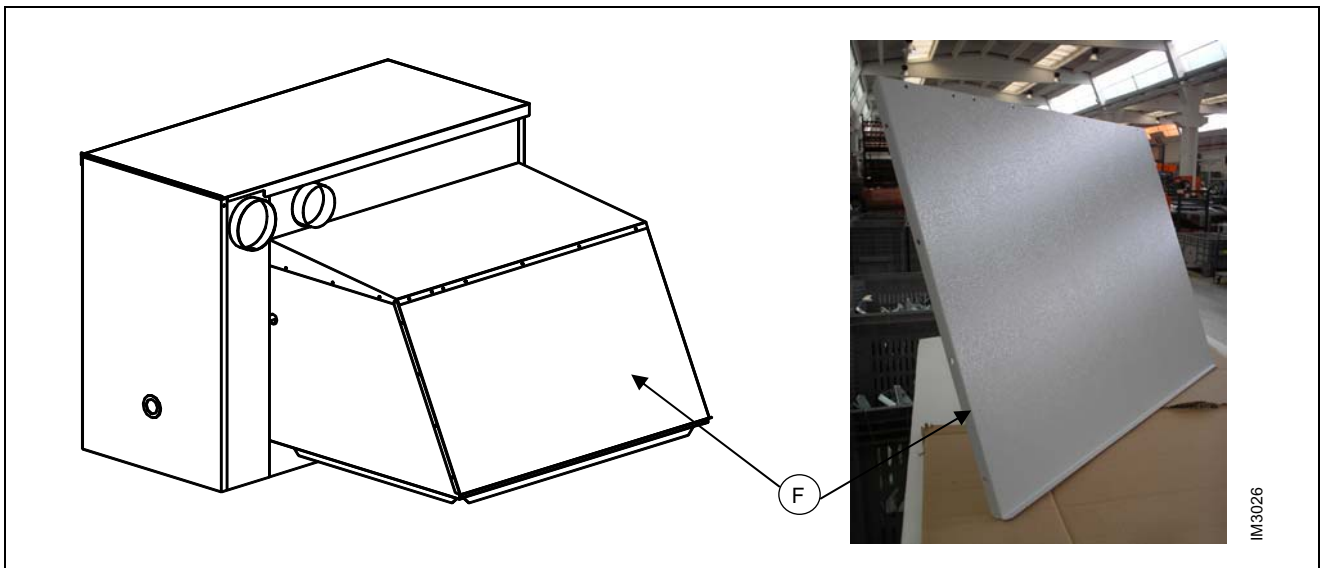

Figure 15 – MONTAGE PANNEAU POSTERIEUR DU CHASSIS DE REPRISE
5. Enfin monter le panneau postérieur F comme indiqué dans la Figure 15.